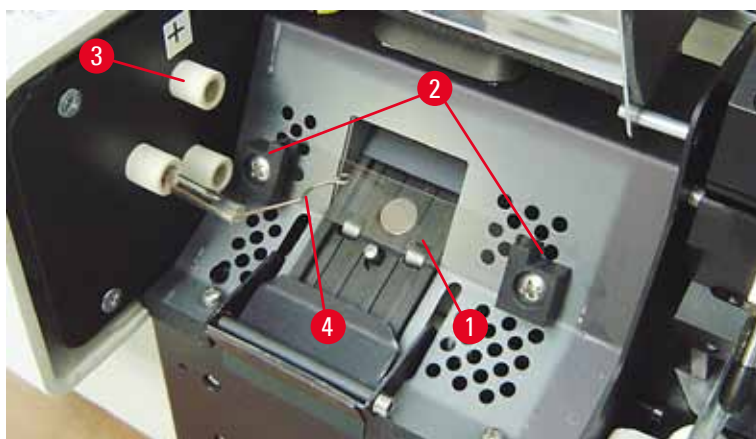

Fig. 17
5. Certifique-se de que a mola de contato (→ "Fig. 16-2") seja removida do fio (→ "Fig. 17-4") da lâmpada (veja também (→ "Fig. 17") e (→ "Fig. 18-1"))).